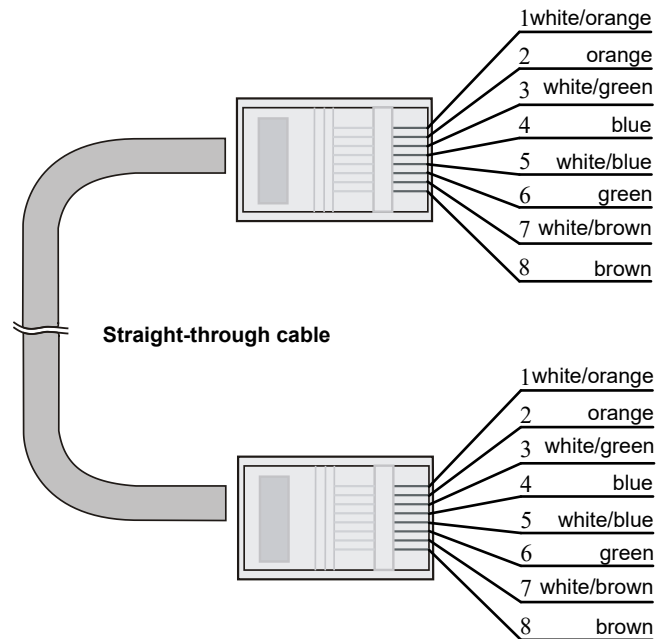

図 9-7 ストレートケーブル
- **ストレートケーブル**：ストレートケーブルの結線を図 9-7に示します。両端のピン配置は、568B 規格に従います。